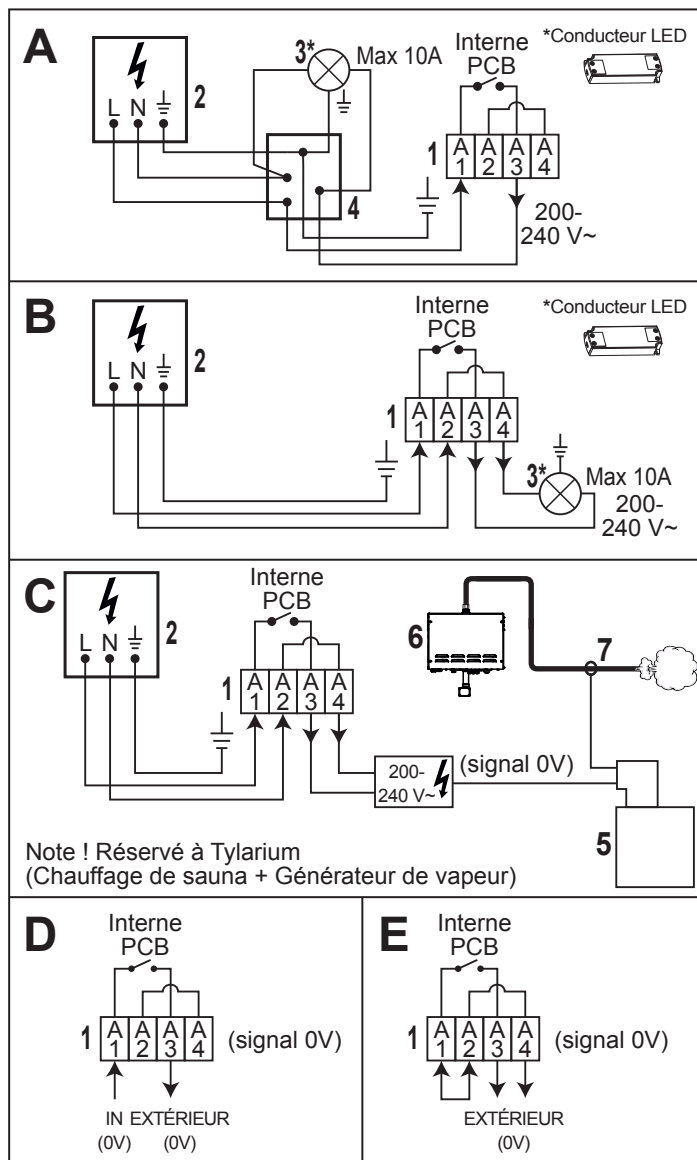

Figure 3 : Connexions alternatives
2. Marche/arrêt – À utiliser avec des feux supplémentaires, voir fig. 3 alt, A et B
3. Parfum – À utiliser avec la pompe à parfum Tylö dans le Tylarium, voir fig. 3 alt. C.